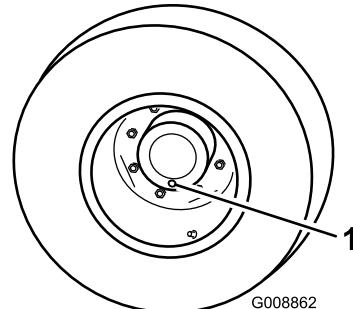

図 44
1. 平らな場所で、ホイールの点検/ドレンプラグ図44が一番下時計の6時の位置に来るよう停止させる。